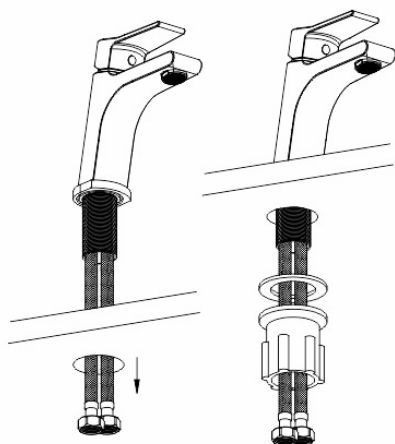
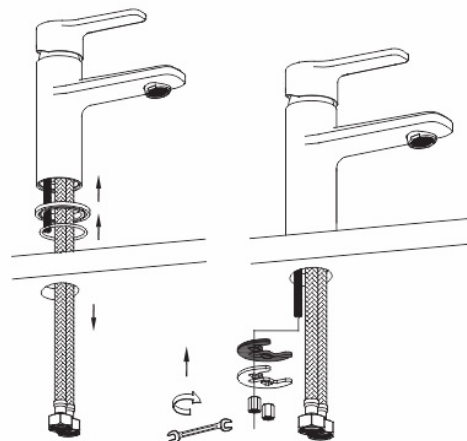

Рисунок 3
Рисунок 4
7. Закрепите смеситель снизу при помощи резиновой прокладки и гайки (Рисунок 3) или скобы с уплотнением (Рисунок 4).